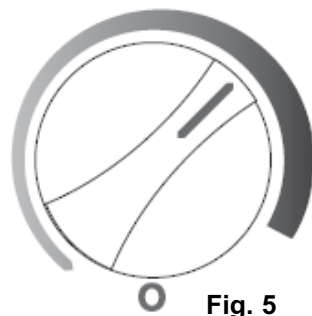

Fig. 5
- Cuando se alcanza el enfriamiento del máximo, dé vuelta detrás perilla del control de la temperatura que fija a la posición de las 2 respecto al dial de control azul graduado. Vea Fig.5.